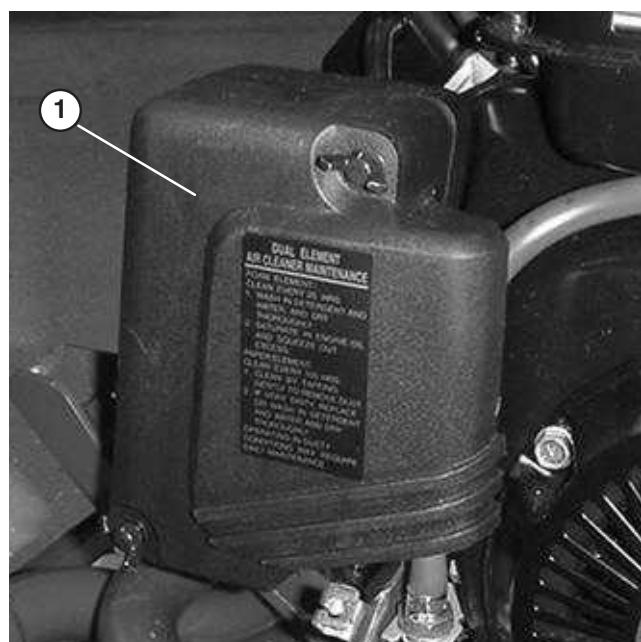

Bild 30
2. Nehmen Sie die Flügelschrauben ab, mit denen die Luftfilterabdeckung am Luftfilter befestigt ist. Nehmen Sie die Abdeckung ab. Reinigen Sie die Abdeckung gründlich (Bild 30).